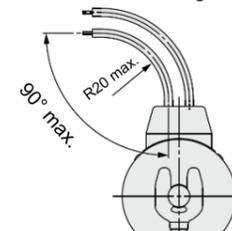

Figura 4. Piegatura del cavo
- Non piegare i cavi oltre i 90° con un raggio inferiore a 20 mm o potrebbero verificarsi dei danni. Vedi figura 4.